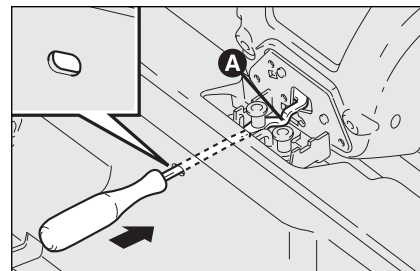

fig. 91
- ☐ retire el destornillador de la caja de herramientas e introdúzcalo en el orificio ubicado en el travesaño posterior del maletero (véase **fig. 91**);
- ☐ intervenga, mediante el destornillador, en el dispositivo **A-fig. 91** de forma que se pueda abrir el maletero.